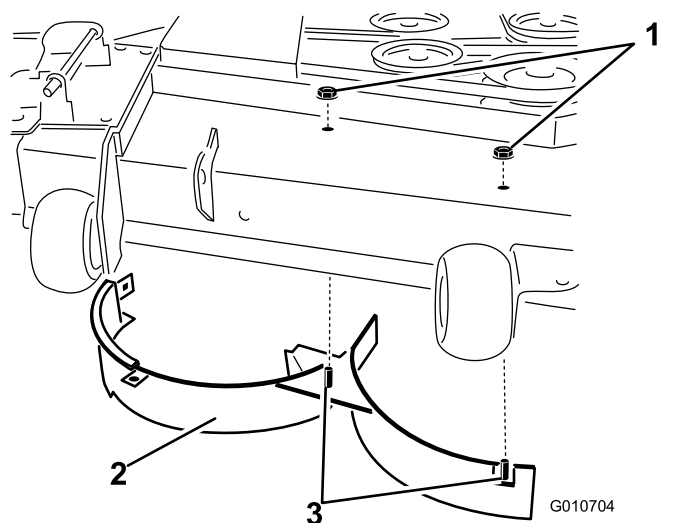

Figura 32
8. Rimuovete i 2 dadi di bloccaggio (5/16 poll.) fissati sui perni saldati del deflettore destro in posizione centrale e destra, sulla parte superiore del piatto di taglio (Figura 32).